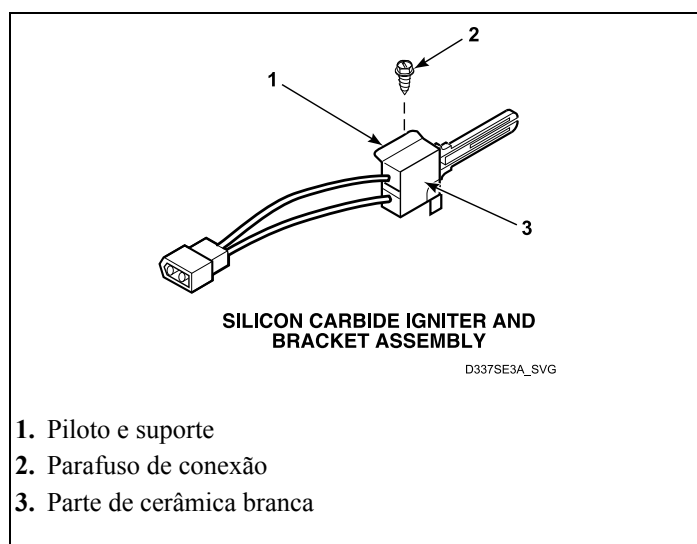

Figura 15
6. O medidor deve ler entre 45 – 200 ohms. Consulte a *Figura 15*.